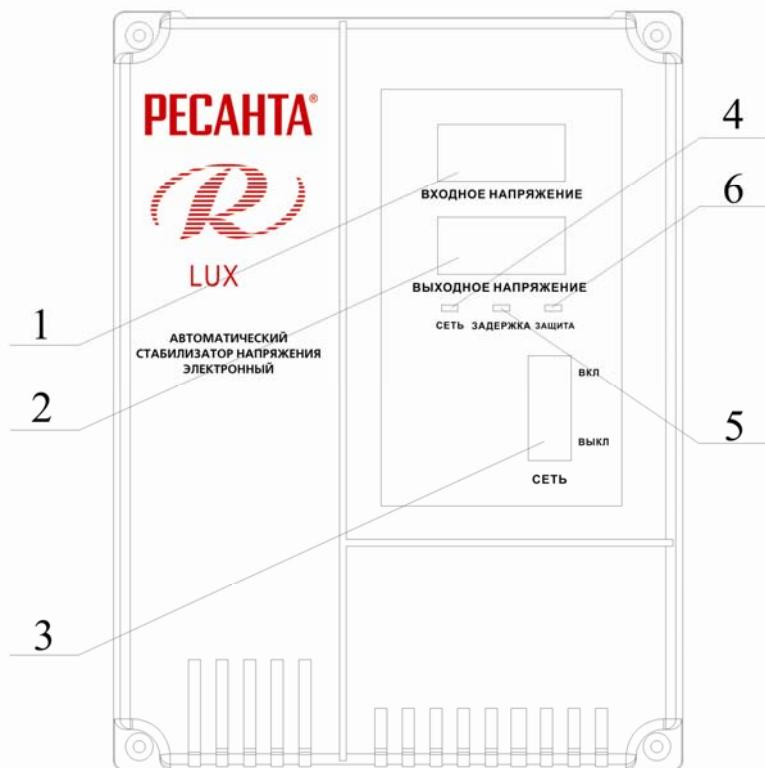

РИС. 2
- Убедиться в том, что выключатель (рис. 2, поз. 3) находится в положении «выкл»;
- Перевести выключатель (рис. 2, поз. 3) в положение «вкл» на 10 секунд;
- Дисплей (рис. 2, поз. 2) должен показывать 220 В при работе стабилизатора в штатном режиме;
- Перевести выключатель (рис. 2, поз. 3) в положение «выкл».
- Установить выключатель (рис. 2, поз. 3) в положение «вкл». Обратите внимание, что напряжение на нагрузку будет подано с задержкой 3-6 сек.(время, необходимое стабилизатору для подстройки выходного напряжения).
| 1. Не горит индикатор «сеть» | 1. Стабилизатор не подключен к сети. 2. Проверить, включен ли выключатель (рис. 2, поз. 3). |